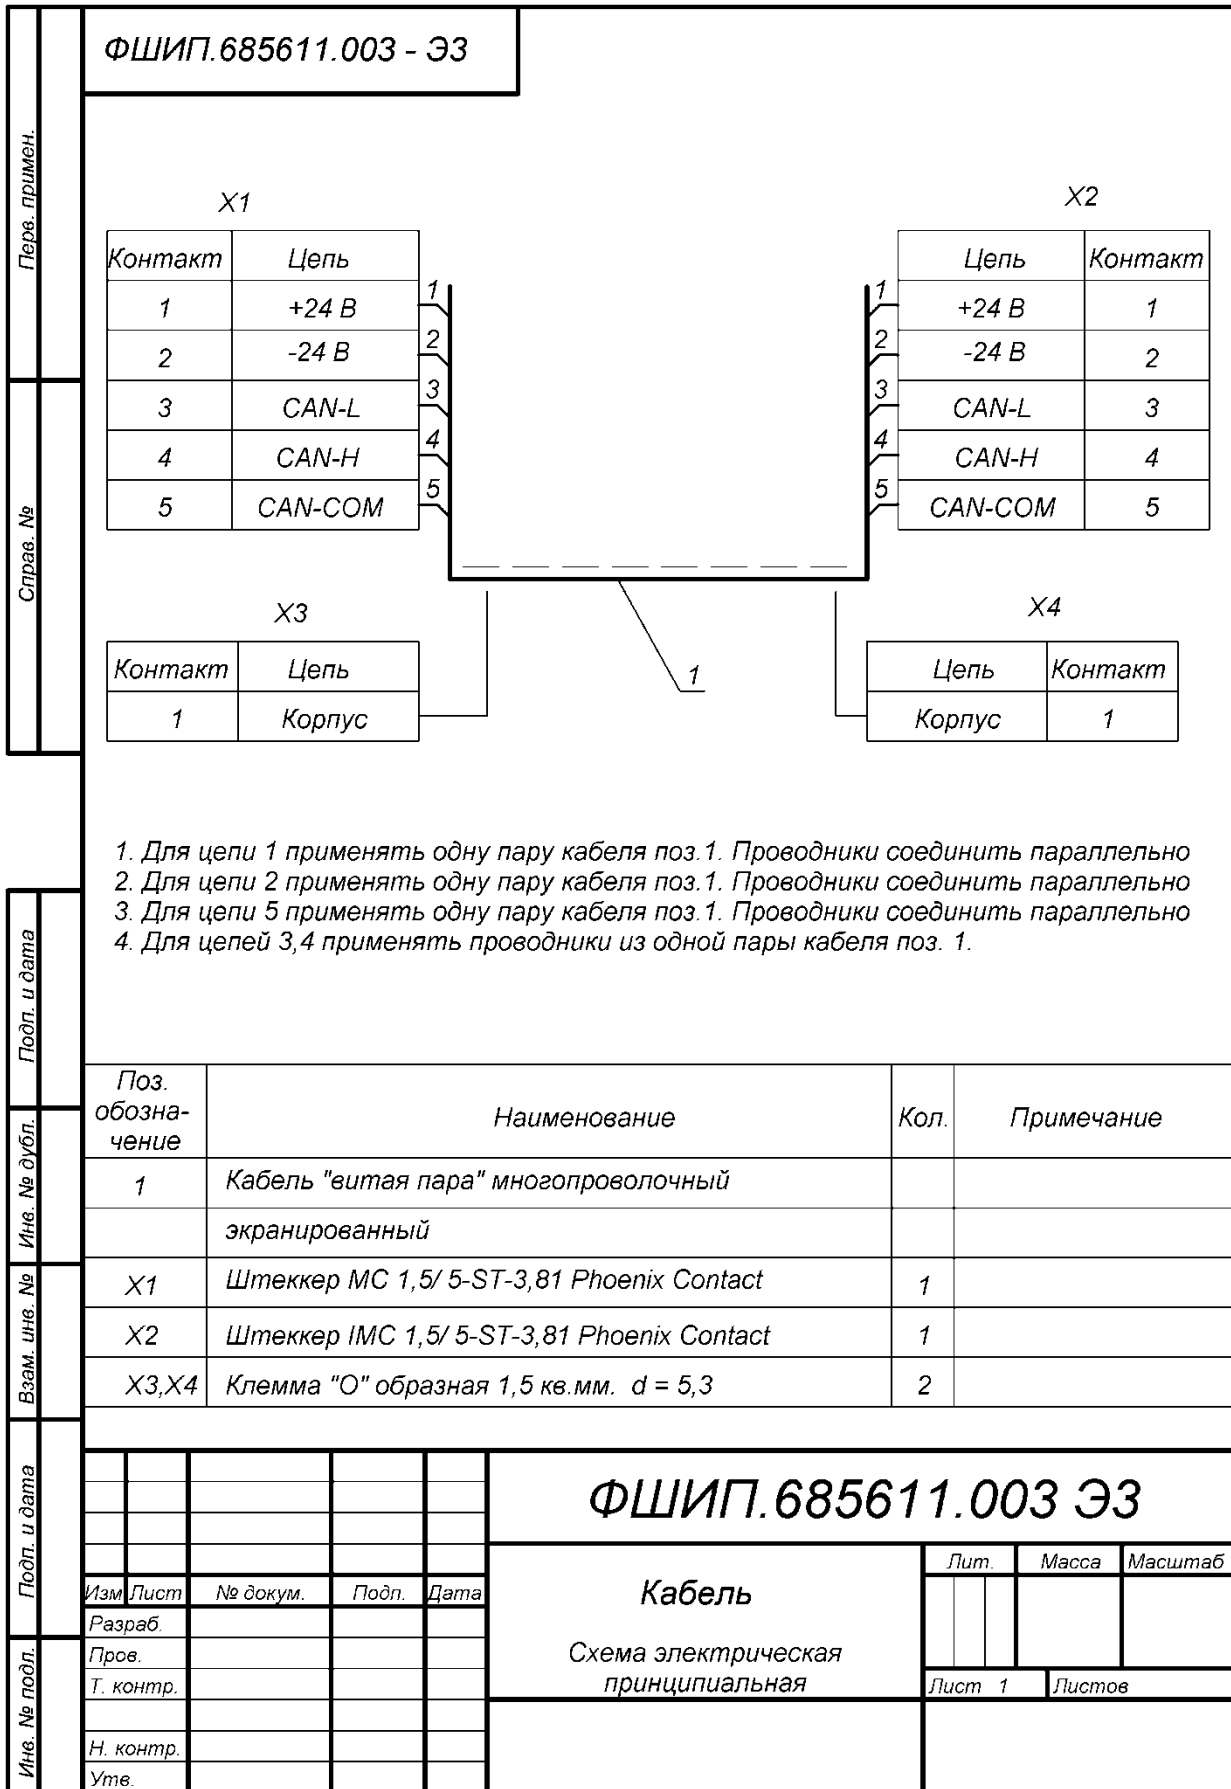

Рис.2.8 Схема электрическая принципиальная соединительного кабеля Тип 1
- 10) На один конец подготовленного отрезка кабеля установить разъем MC 1,5/5-ST-3,81 из КМЧ, а на другой разъем IMC 1,5/5-ST-3,81 из КМЧ согласно схеме на Рис.2.8;